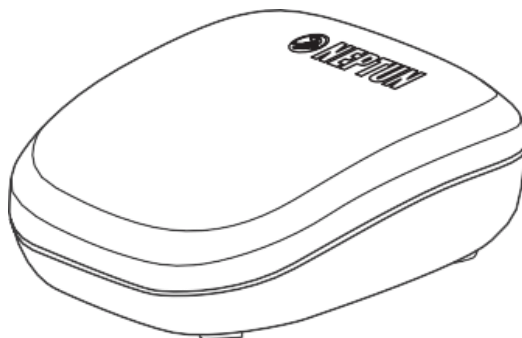
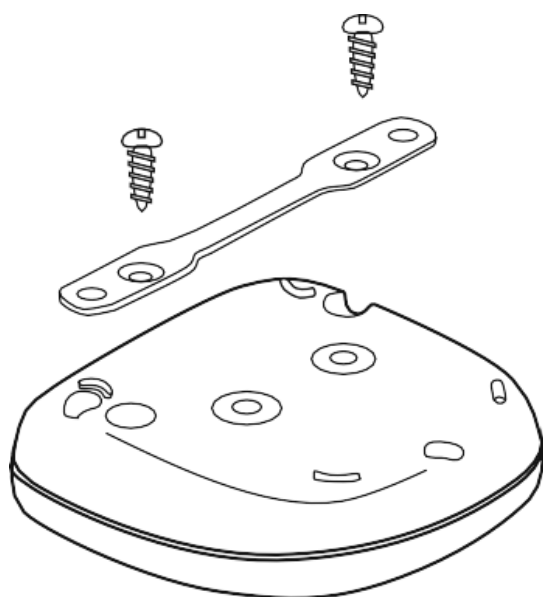

Рис. 1. Внешний вид Радиодатчика
Рис. 2. Установка крепления на Радиодатчик
5. Установите Радиодатчик в месте возможного скопления воды на полу контактными пластинами вниз (Рис. 1). При необходимости используйте крепление, входящее в комплект поставки Радиодатчика (Рис. 2)